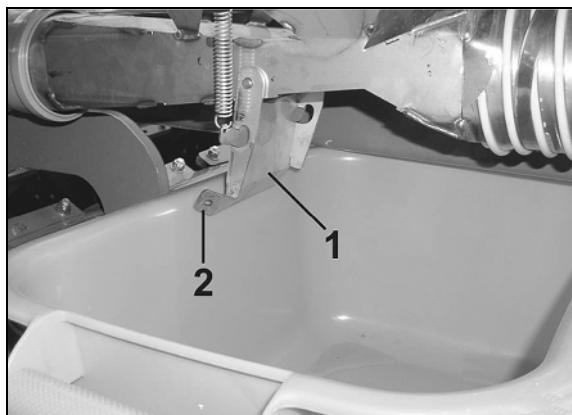

Рис. 44
8. Откройте клапан загрузочной воронки (Рис. 44/1).
**Опасность защемления при открытии и закрытии клапана загрузочной воронки (Рис. 44/1)! Беритесь только за накладку (Рис. 44/2) пружинного клапана загрузочной воронки, иначе имеется опасность травмирования при захлопывании клапана (Рис. 44/1).
Никогда не проникайте руками в зону между клапаном загрузочной воронки (Рис. 44/1) и загрузочной воронкой!**
9. Поворачивайте ведущее колесо при помощи рукоятки для регулировки нормы высева (Рис. 44/1) в направлении, указанном стрелкой, до тех пор, пока все камеры дозирующих валов не будут заполнены посевным материалом и не будет достигнута равномерность подачи семян в лотки.
10. Закройте клапан загрузочной воронки (Рис. 44/1) с особой осторожностью (опасность защемления!).
12. Откройте клапан загрузочной воронки (Рис. 44/1).